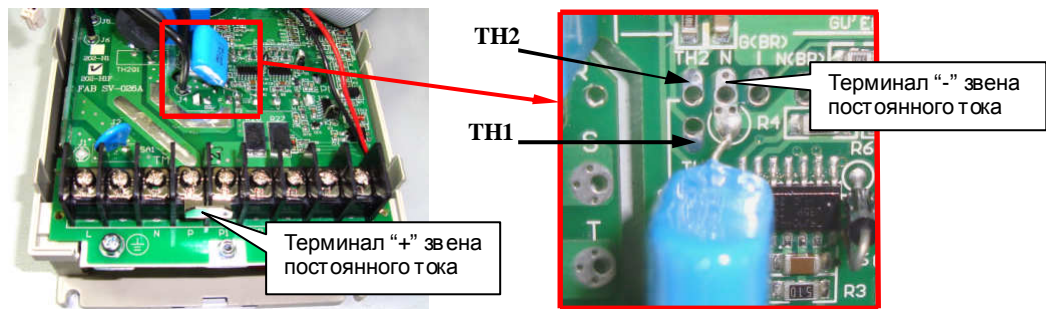

Рис. 4.4
Диагностика силовых терминалов заключается в «прозвонке» клемм L, N, T1, T2, T3, BR, силовой клеммной колодки TM1 с терминалами «+» и «-» звена постоянного тока. Терминал «+» связан с клеммами P и P1 силовой клеммной колодки TM1 (рис.4.4). Терминал «-» связан с контактной площадкой на плате драйверов, обозначенной «N» (рис.4.4). Диагностика термистора заключается в прозвонке между собой контактных площадок TH1 и TH2.
- 4.7.1. Проверить наличие шинной перемычки между клеммами P и P1 силовой клеммной колодки TM1 (рис.4.4), убедиться в том, что клеммы затянуты.